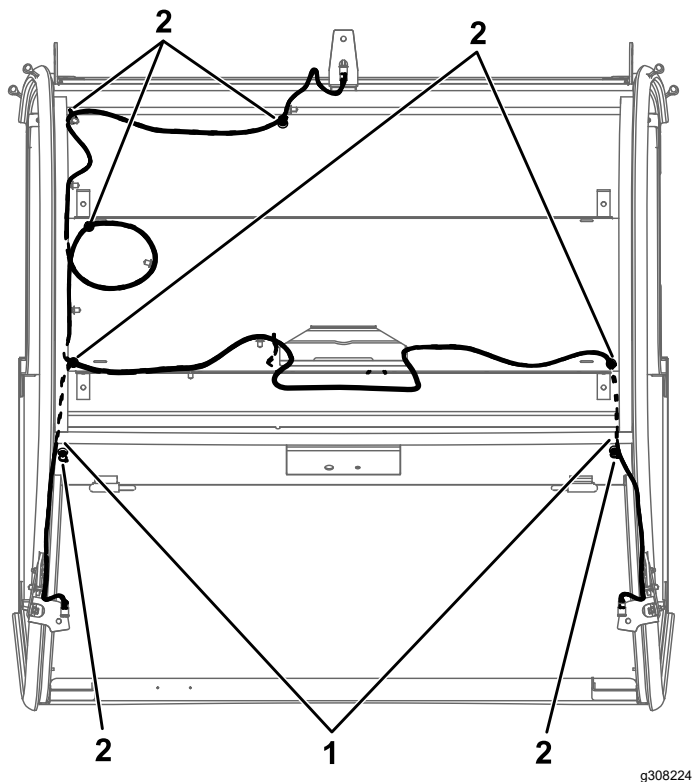

Figura 11
1. Montate il cablaggio preassemblato come illustrato nella Figura 11.
Nota: Praticate delle fessure nella schiuma sintetica nei punti illustrati nella Figura 11 per disporre il cablaggio.
2. Fissate il cablaggio preassemblato alla macchina utilizzando le clip a graffetta nelle piastre di prolunga e utilizzando 7 fascette magnetiche avvolgibili nei punti illustrati nella Figura 11.